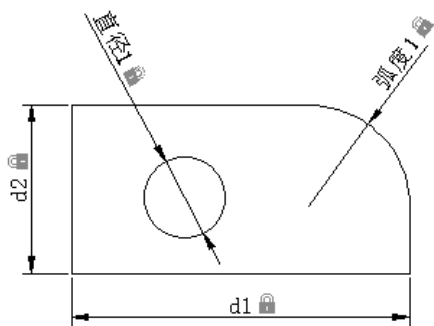

图 15.3.6 显示“名称”格式
- ☑ **标注名称格式 (Q)**：该下拉列表可以为标注约束时显示文字指定格式，分为 **名称**、**值** 和 **名称和表达式** 三种形式，结果分别如图 15.3.6、图 15.3.5b 和图 15.3.5a 所示。